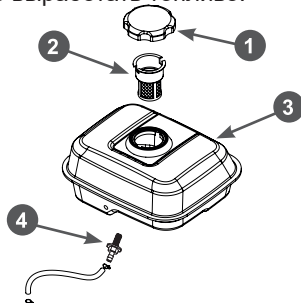
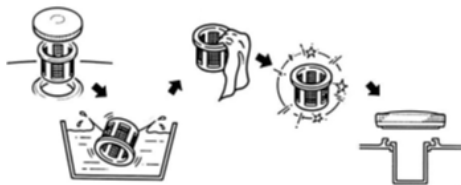

Рис. 23. Обслуживание топливных фильтров
Рис. 24. Обслуживание фильтра топливного бака
структивно объединен со штуцером топливного бака и установлен внутри бака (Рис. 23).
Топливный фильтр 2 (Рис. 23), установленный в горловине бака, проверяйте при каждой заправке бака топливом. При необходимости вынимайте сетчатый фильтр из бака и производите его очистку (Рис. 24). Регулярно проверяйте целостность сетчатого фильтра, при обнаружении механических повреждений замените сетчатый фильтр.
Одновременно с очисткой топливного бака необходимо проверять и очищать фильтр 4, установленный внутри бака (Рис. 23). Поврежденный или сильно за-
3. Выкрутите из топливного бака выходной штуцер 4 и произведите его очистку (Рис. 23). Внимательно осмотрите сетчатый фильтр. При обнаружении механических повреждений замените штуцер топливного бака.